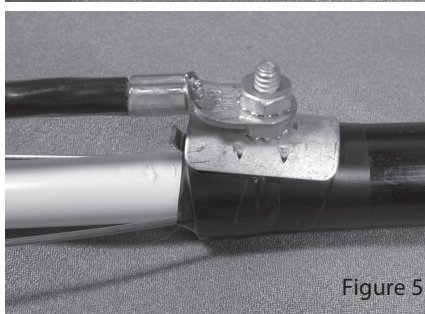

Figure 5
5. Attach the RUS-approved bond strap to the bond clamp stud. (Figure 5)